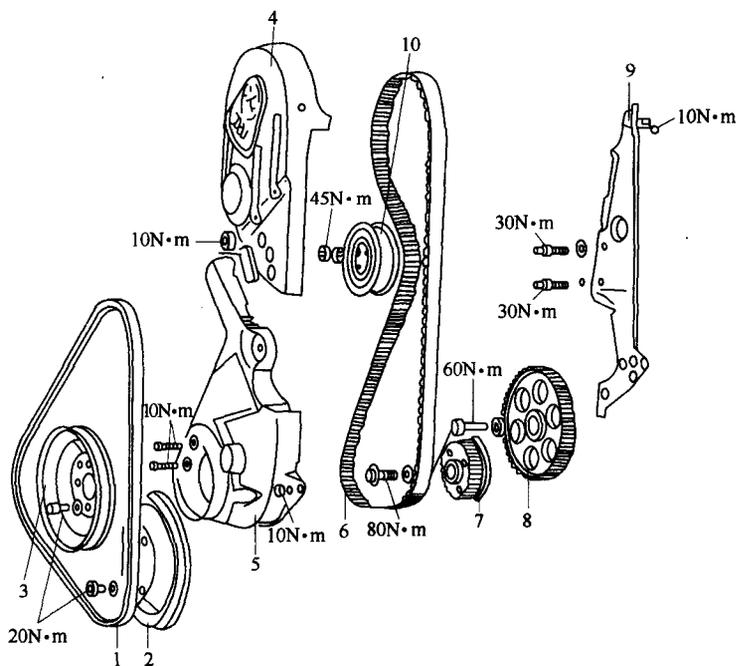

图 2-1 发动机前端零件的拆卸
(1) V 形带及同步带的拆卸: 桑塔纳轿车 JV 型发动机前端零件如图 2-1 所示。其中图注号同时表示拆卸或分解的顺序, 而 N·m 前的数字则表示螺栓拧紧力矩的大小。拆卸可按下列顺序进行: